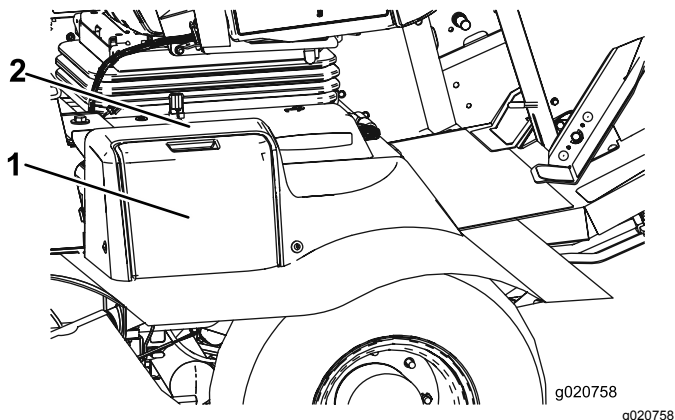

Figura 80
1. Aprite il coperchio della batteria sul lato della copertura (Figura 80).
Nota: Premete sulla superficie piatta sopra il coperchio della batteria per facilitare la rimozione del coperchio (Figura 80).